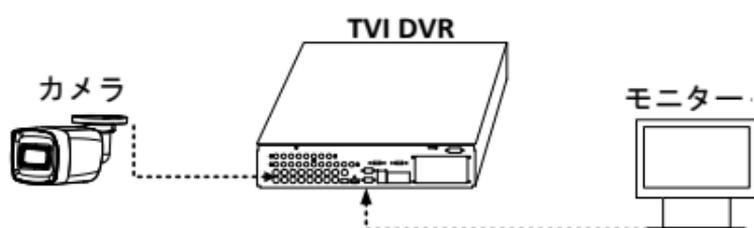

図 3-1 接続
1. 図 3-1 に示すように、カメラと TVI DVR、モニターを接続します。